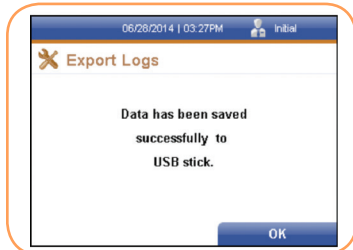

FIGURA 121
3. Se mostrará una ventana confirmando que los datos se han guardado correctamente en un dispositivo USB (Figura 121).